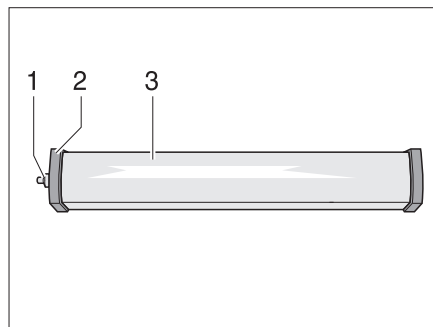

Fig. 296 Lampe de cellule
- Dévisser le cache (Fig. 296,1).
- Retirer le couvercle (Fig. 296,2).
- Enfoncer légèrement le couvercle de la lampe (Fig. 296,3) et le retirer.